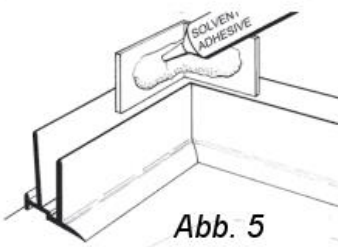

Abb. 5
6. Stellen Sie sicher das die Gehrungen genau ausgerichtet sind und eng aneinander passen, kleben Sie die Eckverbinder mit dem Lösungsmittelklebstoff mit Druck in die zwei vertikalen Schlitze der LEISTE 1(Abb. 5)